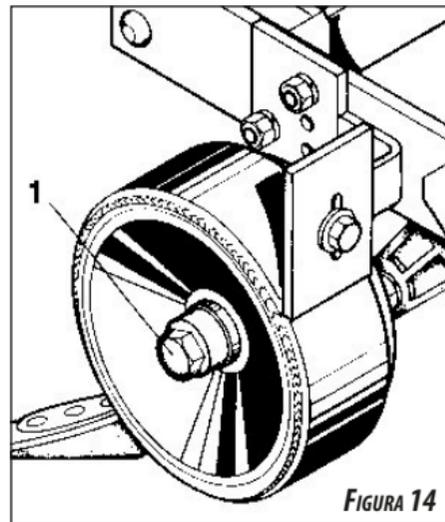

FIGURA 14
- 01 - Sacar la tapa item 1 figura 14;